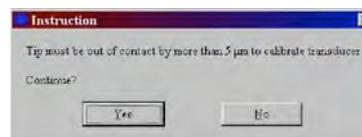

図 10
7. 図 10 のウィンドウが表示されたら、圧子とサンプルが